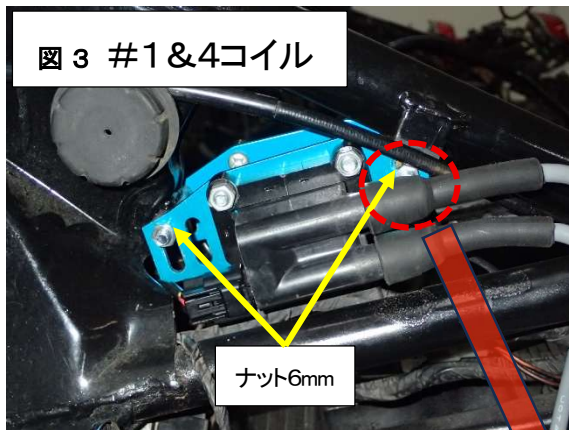

図3 #1&4コイル
- ④ガソリンタンクを外しノーマルイグニッションコイルを取外して下さい。
- ⑤8ページ「プラグコードコネクタ装着方法」に従ってプラグコードを SP2 コイルに装着して下さい。プラグコードノックキャップはリーク防止の為、新品又は良品を使用して下さい。
- ⑥SP2 コイル1次側コネクタを両方のコイルに取り付けてください。
- ⑦SP2 コイルを、6*60mmボルト、6mmナットを使用し、位置を調整して取り付けて下さい(図3、4)。